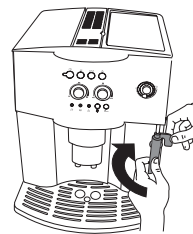

Figura 22
- Tenere con una mano la maniglia dello schiumatore, mentre con l'altra svitare lo schiumatore ruotandolo in senso orario e spingendolo verso il basso. (Figura 22)